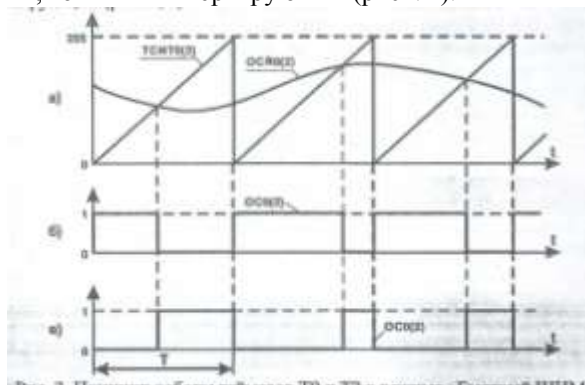

Рис. 2. Принцип работы таймеров T0 и T2 в режиме «Быстрый ШИМ»
В режиме быстрого ШИМ счетный регистр TCNT0(2) таймера производит формирование пилообразной развертки (рис. 2, а), инкрементируя свое значение по каждому импульсу с делителя, который устанавливается в регистре управления TCCR0(2) таймера T0(T2). При достижении счетным регистром значения 255 происходит его автоматическое обнуление.
В регистрах сравнения OCR0(2) таймеров T0 и T2 может быть записано любое число от 0 до 255. С этим числом сравнивается значение счетного регистра TCNT0(2) и при их равенстве происходит переключение вывода таймера OC0 или OC2 в соответствии с настройками регистра управления TCCR0(2) таймера. В случае, если при совпадении $TCNT0(2)=OCR0(2)$ вывод OC0(2) таймера обнуляется, то ШИМ получается неинвертирующим (рис. 2, б), а если при совпадении вывод устанавливается в состояние логической «1», то ШИМ инвертирующий (рис. 2, в).